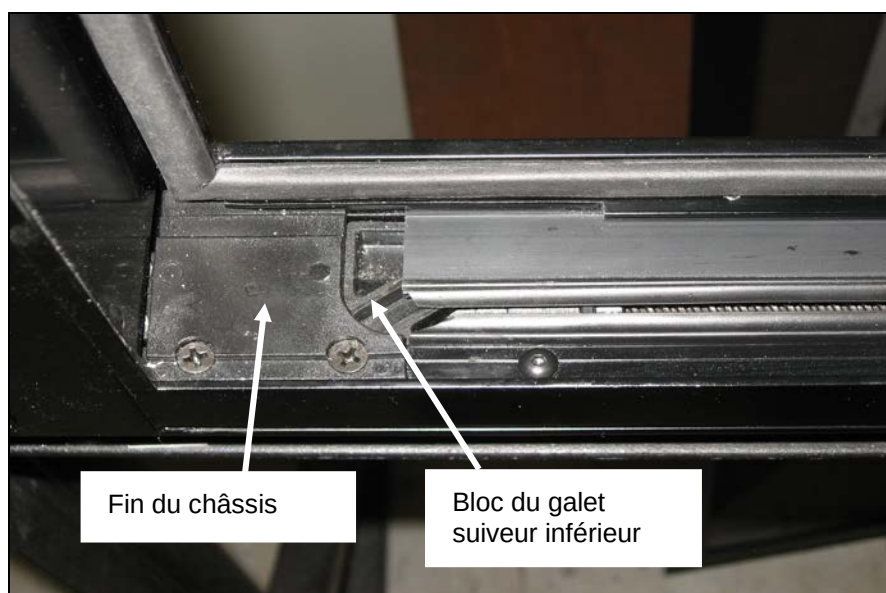

FIGURE 102: ALIGNEMENT ADÉQUAT
1. Aligner le bord avant de l'encoche située sur le bloc du galet suiveur inférieur et la fin du châssis. Utiliser l'interrupteur à bascule pour obtenir le bon alignement. (Figure 102).